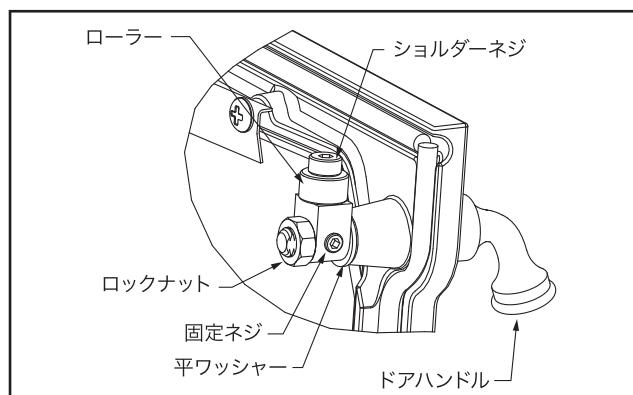

図3.4 ドアラッチの構造。
3. ツメを180度回転させ、ロックナットを元に戻し固定ネジをきつく締めます。 (図3.4)
4. 平ワッシャーを外すことで、さらに調整することができます。 (図3.4)